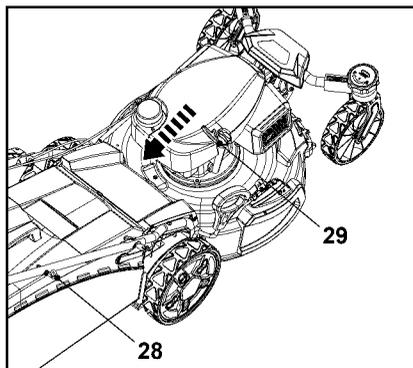

Рис. 11
2. Слегка потяните за рукоятку стартера (29), пока не почувствуете сопротивление, затем потяните её резко. Повторяйте это, пока двигатель не запустится (рис. 11).